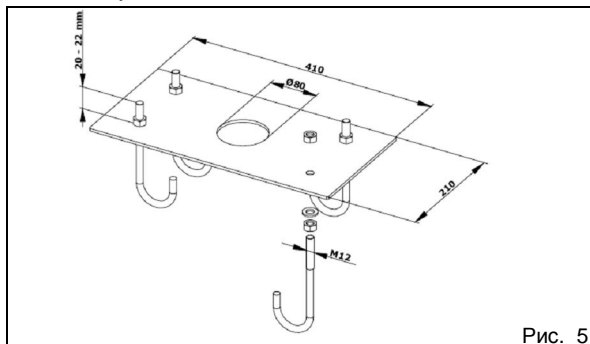

Рис. 5
- Монтаж фундаментной плиты следует выполнять согласно рис. 5.